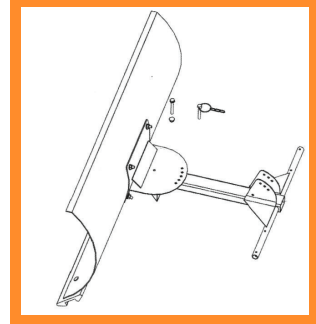

Figura. 1
1. Per fissare la testa della pala alla parte circolare più piccola del telaio di supporto (parte B), utilizzare 4 viti a bottone M8 x 25 e inserirle nei fori precedentemente trapanati. Fissare con rondelle, dadi e rondelle elastiche (Figura 1).
2. Per fissare la parte principale del telaio di supporto (parte I) alla parte più piccola, utilizzare un bullone della flangia M6 x 35 e inserirlo nel foro al centro. Fissare in posizione con una piccola rondella, un dado e una rondella elastica (Figura 1).